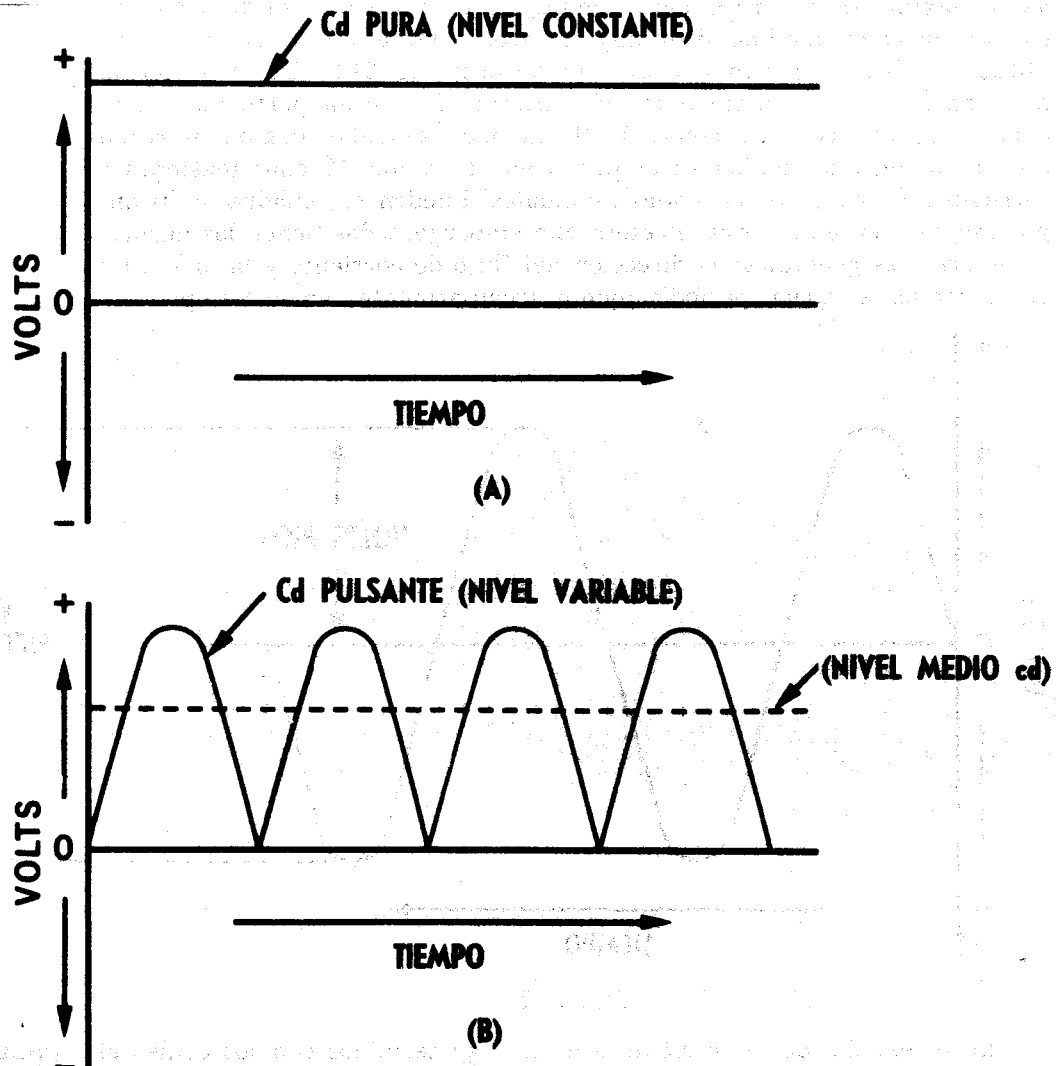

Fig. 24-1
Se puede representar gráficamente una *cd pura* y una *cd pulsante*. Observe la Fig. 24-1 (A). En ella se muestra la forma de onda de la *cd pura*.
Una *cd pulsante* está representada en la Fig. 24-1 (B). Nótese que la corriente se inicia en cero, se eleva a un valor máximo y disminuye a cero, se eleva nuevamente, etc. A pesar de la variación regular en amplitud, la corriente sigue fluyendo sólo en una dirección con respecto a la referencia cero.